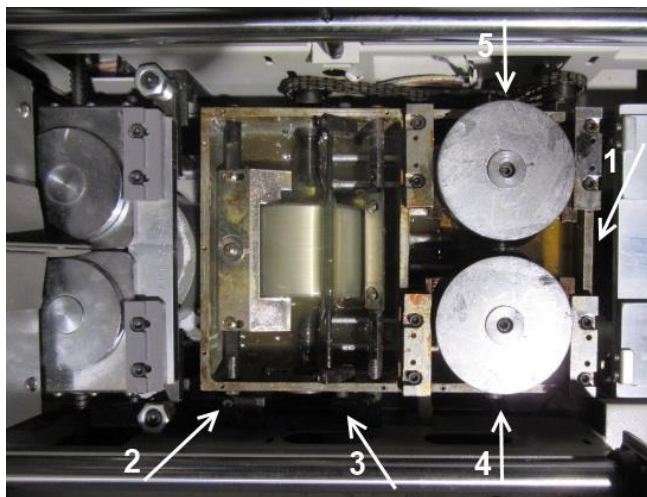

Рис. 1
Крепится в 3-х точках: с одной стороны, ближней к фрезе, на 2-х шарнирах, а с противоположной - подпружиненным винтом (**стрелка 1** – Рис. 1) для оперативной регулировки уровня «выше/ниже».
1. Ограничения слоя клея на валике (**стрелка 2** – Рис. 1), а следовательно увеличения/уменьшения волны клея в месте соприкосновения валика и прутка,
2. Ограничения (выравнивания) слоя клея на торце книжного блока (**стрелка 3** – Рис. 1).
В этой секции важна регулировка валиков строго по центру книжного блока. Регулировочные винты (**стрелки 4 и 5** – Рис. 1) расположены по центральной оси роликов перпендикулярно движению каретки, сбоку ванны.